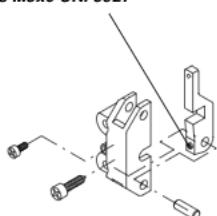

Fig.15
• Premontare il supporto S1 (fig. 15).
• Assemble the support S1 (fig. 15).
• Die Stütze S1 zusammensetzen (Bild 15).
• Prémonter le support S1 (fig. 15).
- Preasemblar el soporte S1 (fig. 15)